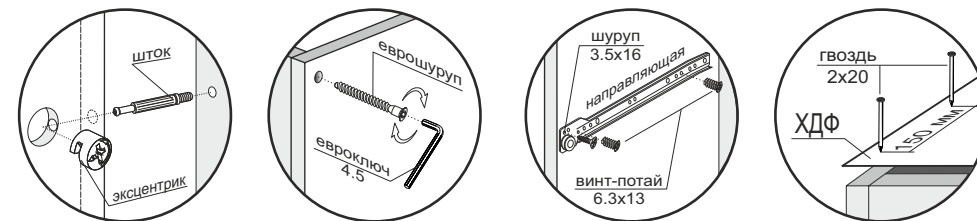

Рис.1
1. К цоколю (5) и боковинам (1) прибить подпятники (рис.1).
2. К боковинам (1) прикрутить направляющие винтами-потай 6,3х13 (рис.1).
3. Соединить боковины (1) с планками (4) шкантами и еврошурупами, затем со стяжками (3) и цоколем (5) еврошурупами (рис.1).
4. На собранную часть изделия установить крышу (2) с помощью шкантов и эксцентриков (рис.1).
5. Перевернуть изделие лицевой частью вниз и замерить диагонали секции (они должны быть равны: +/- 2 мм). Прибить гвоздями 2х20 заднюю стенку, состоящую из ХДФ (8) и соединительной планки (рис.1).
6. Установить изделие на постоянное место. Шурупами 3,5х16 прикрутить уголок 20х20 к крыше (2) и через ХДФ (8) закрепить к стене (рис.1). **Так как материалы стен различаются, крепеж для фиксации к стене не прилагается. Для выбора подходящего крепежа обратитесь в специализированный магазин.**